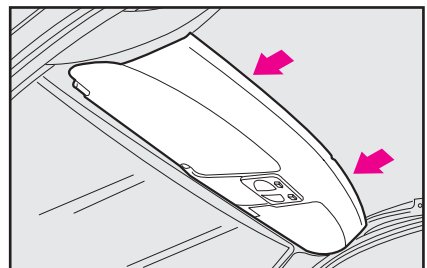

fig. 100
## MENSOLA PORTAOGGETTI fig. 100
**AVVERTENZA** La mensola è stata progettata per sostenere carichi fino a 3 kg per ciascun lato, pertanto, non posizionare oggetti che superino tale peso e non aggrapparsi nei punti indicati in **fig. 100**. Per sostenersi utilizzare le apposite maniglie laterali.